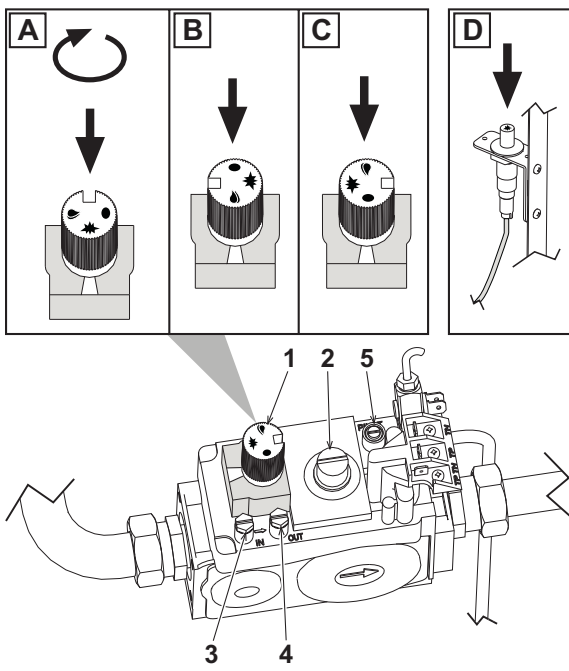

рис. 2 - Газовый клапан
- Стравите воздух из газовых труб, открыв штуцер отбора давления на входе в клапан, отмеченный номером 3 (рис. 2).
- Включите пилотную горелку путем неоднократного нажатия на кнопку пьезоэлектрического запальника "D" (рис. 2).
- Нажмите и удержите ручку управления 1 газового клапана в положении "B" (рис. 2).
Нажмите и поверните ручку управления 1 в положение "С" (рис. 2).
2. Подсоедините манометр в штуцеру отбора давления "OUT" на клапане (см. деталь 4 на рис. 2).
3. Раскрутите защитный колпачок регулятор давления 2 на рис. 2.
2. С помощью винта регулировки расхода 2 на рис. 2 (поворачивая по часовой стрелке для увеличения давления и против часовой стрелки - для уменьшения) так, чтобы считываемое манометром давление соответствовало значениям в таблица 2.